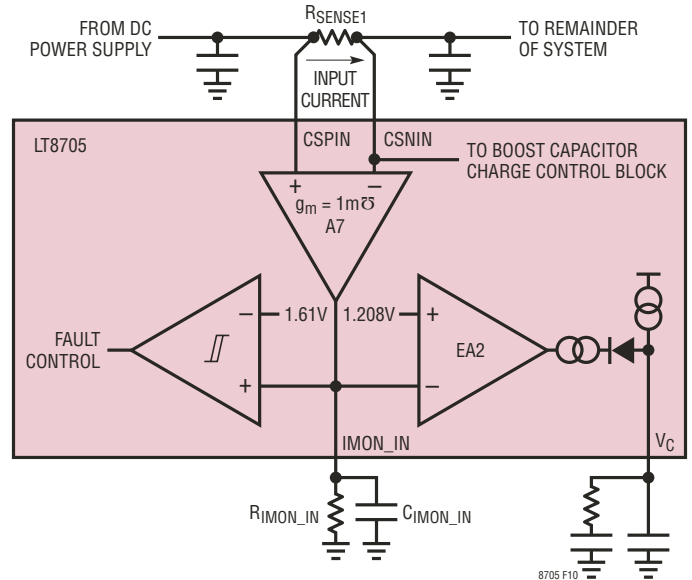

图 10：输入电视监视器和限制
LT8705 具有独立的输入和输出电流监视器电路，可用于监视和 / 或限制各自的电流。电流监视器电路的工作原理示于图 10 和 11。
**电流限制：**如图 10 中所示，当 IMON\_IN 电压超过 1.208V (典型值) 时将致使  $V_C$  电压下降，从而限制电感电流和输入电流。针对一个期望的输入电流限值，可采用下式来选择  $R_{IMON\_IN}$ ：